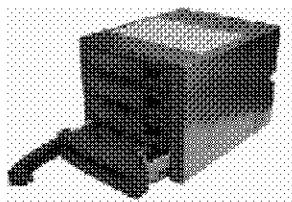
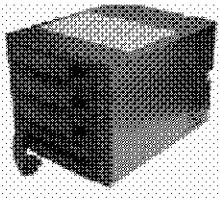

图2-9
图2-10
参考图 2-9、图 2-10、图 2-11, 插拔步骤如下:
①如图2-9所示把硬盘架放入主框体中,一直向里推,直到手柄的旋转轴末端进入到主框体中,如图2-10。
②向内按手柄,使其以手柄旋转轴为轴心旋转,直到听到“咯嗒”声响,手柄完全扣入卡槽中。